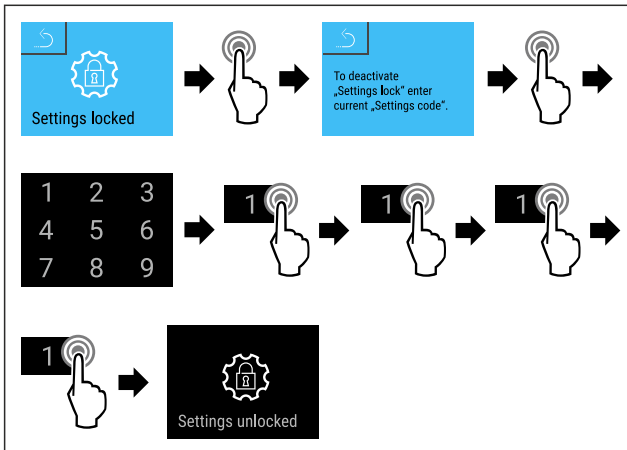

Fig. 99
- ▷ Εκτελέστε τα βήματα ενεργειών (βλέπε Fig. 99).